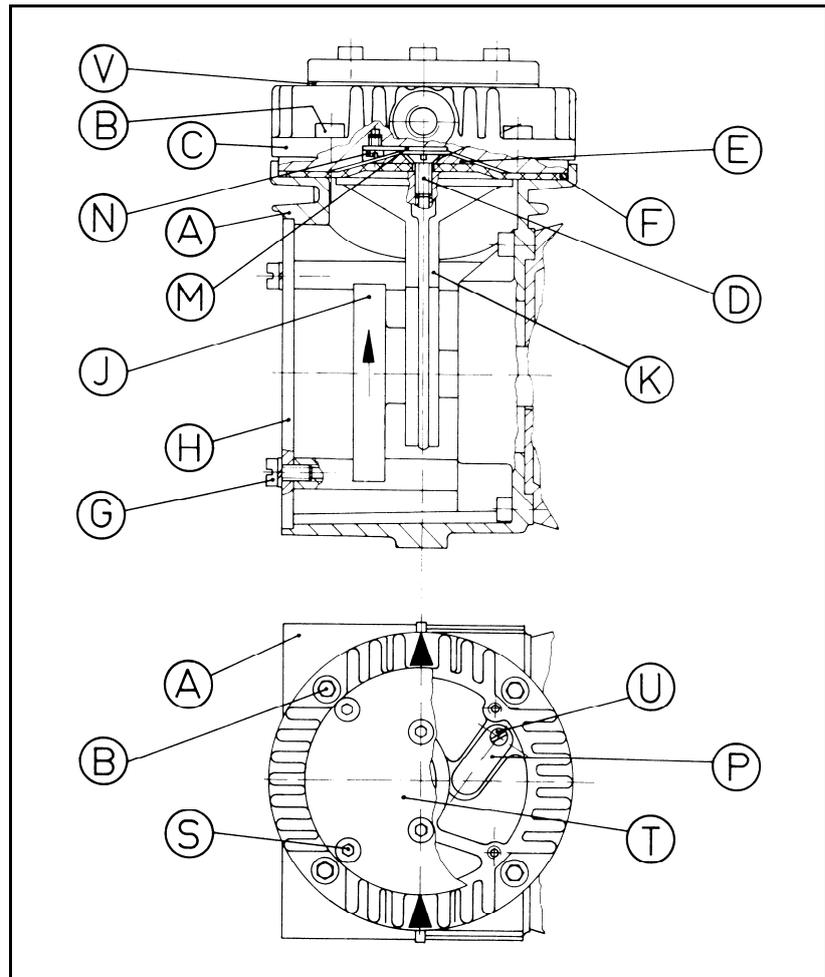

Fig. 6: Componentes de bomba para versiones con cabezal de aluminio
\*\*según la Fig. 6
Membrana y resortes de válvula cambiados (placa de válvula)	→ Comprobar la estanqueidad de los tubos flexibles. → En caso necesario, apretar los tornillos (B) o (S) (véase Fig. 6) cuidadosamente y en cruz.
\*según la Fig. 6